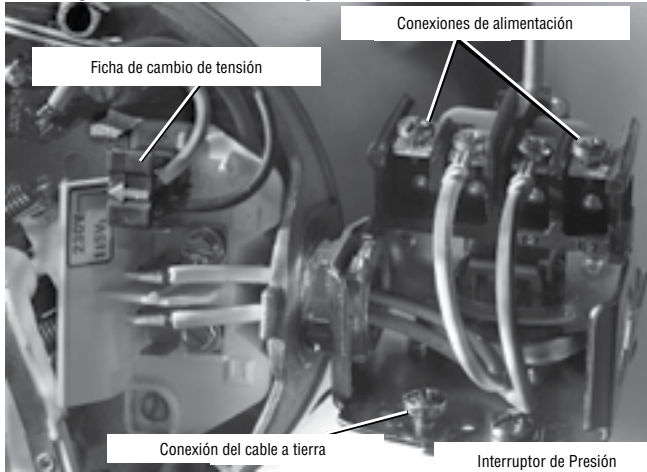

Figura 8: Tensión configurada para 230 V, tipo ficha.
4. Conecte los conductores de alimentación a los dos tornillos exteriores en el manóstato según se ilustra en el Figura 8.
5. Conecte el cable a tierra a una de las conexiones a tierra según se ilustra en la Figura 8.
1. Conecte el alambre de puesta a tierra primero según se ilustra en la Figura 8. El alambre de puesta a tierra debe ser un alambre de cobre sólido por lo menos tan grande como los alambres de suministro de corriente.
4. Conecte los alambres de suministro de corriente al conmutador de presión según se ilustra en la Figura 8.